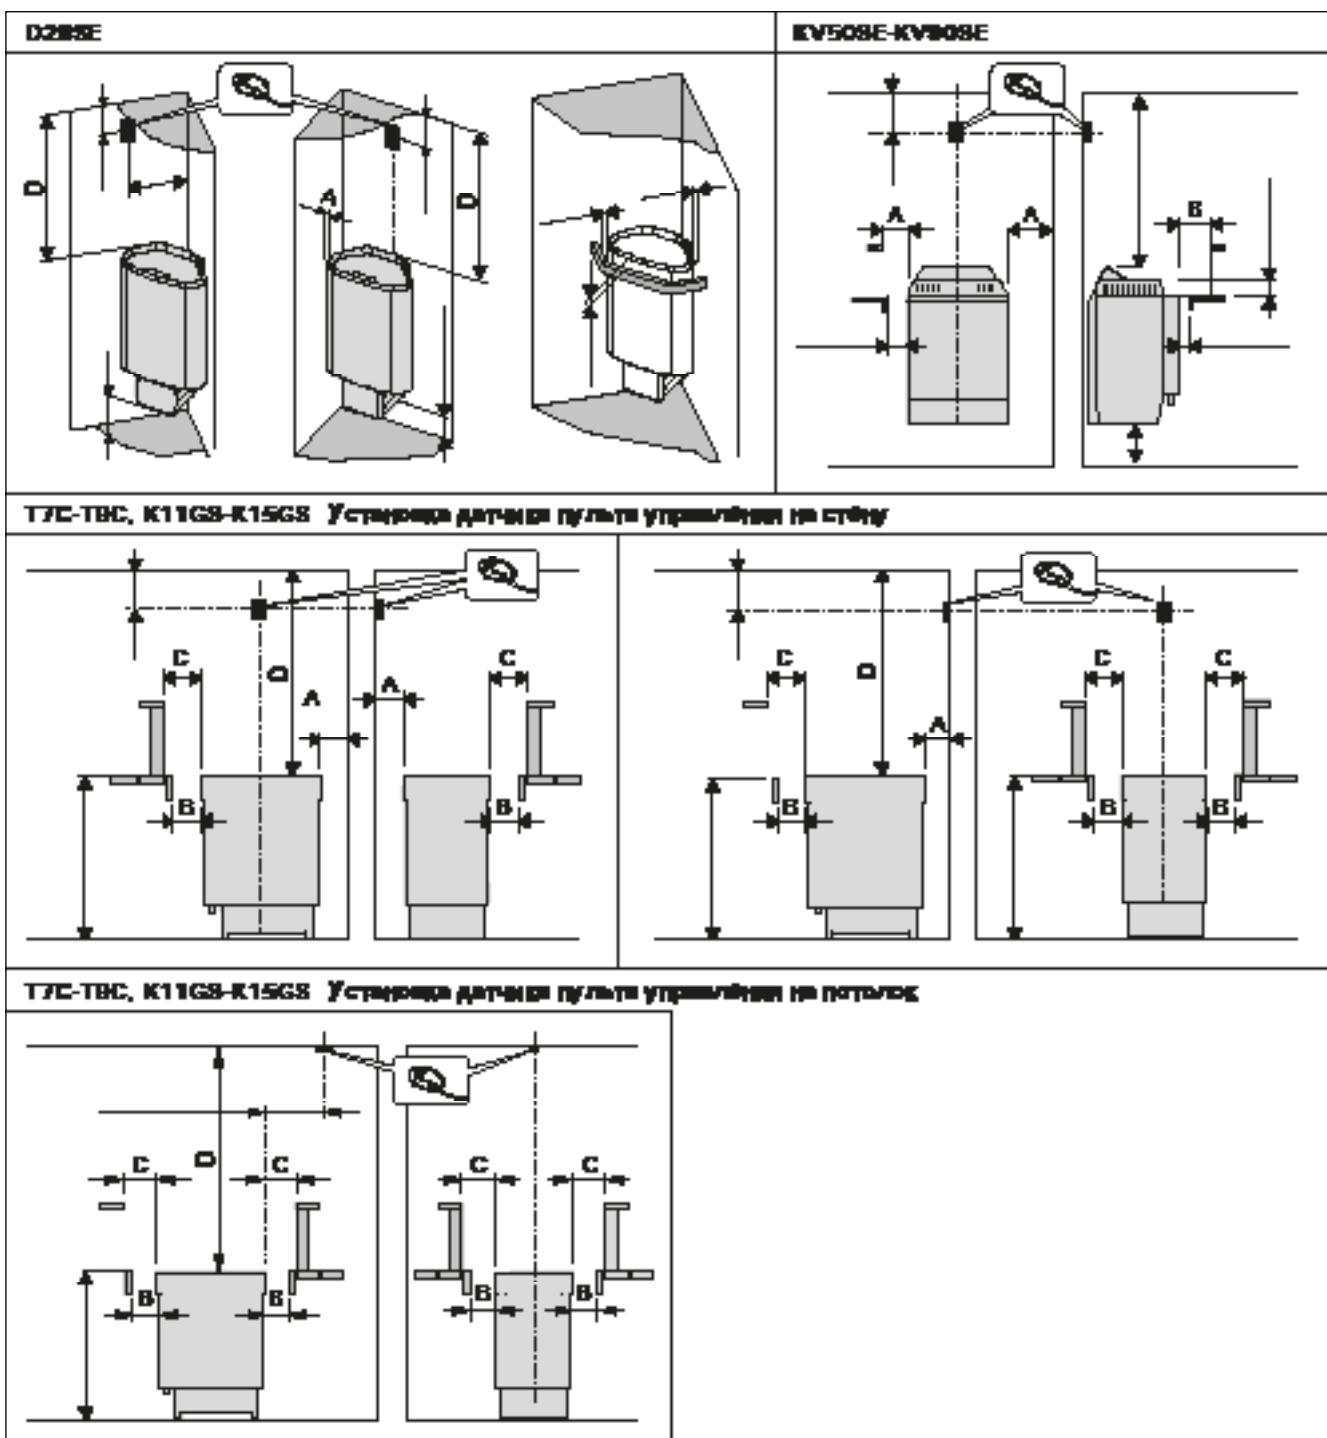

Рисунок 5. Расстояния безопасности (все размеры приведены в миллиметрах)
- При расположении каменки выполняются условия минимальных расстояний, изображенных на рис. 5 и указанных в таблице 2.
- С помощью прилагаемых шурупов прикрепите к стене монтажную раму, соблюдая минимальные расстояния, указанные в таблице 2 и на рис. 5. Установка рамы изображена на рис. 6.
минимальные расстояния до легковозгораемых материалов. См. табл. 2 и рис. 5.
При установке защитного ограждения вокруг каменки следует соблюдать расстояния, указанные на рис. 5 и таблице 2.